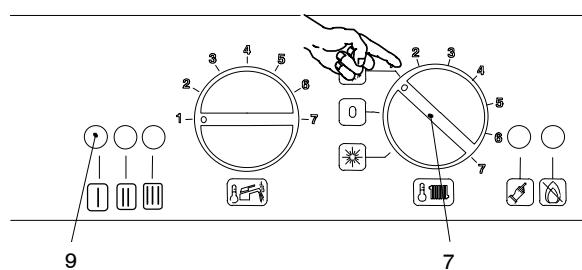

Fig. 2.4
- If the boiler is to be used for c.h. and d.h.w position the function selector 7 as in Fig. 2.4. The appliance operation light 9 will flash every 2 seconds (operating boiler).
- Если котел должен работать в режиме отопления и приготовления горячей воды, переключатель 7 должен находиться в положении как указано на рис. 2.4. Индикатор котла 9 будет мигать каждые 2 секунды (котел работает).